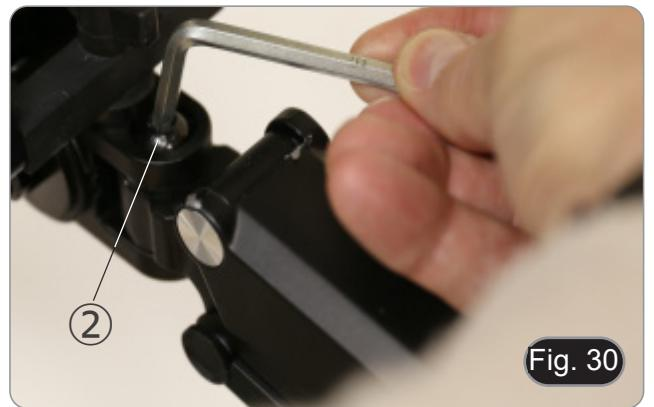

Fig. 30
1. Usando la chiave a brugola da 6mm (P) serrare la vite ① per aumentare la tensione del braccio orizzontale. (Fig. 30)
1. Usando la chiave a brugola da 6mm (P) allentare la vite ②, ruotare la telecamera nella posizione desiderata quindi serrare la vite. (Fig. 30)